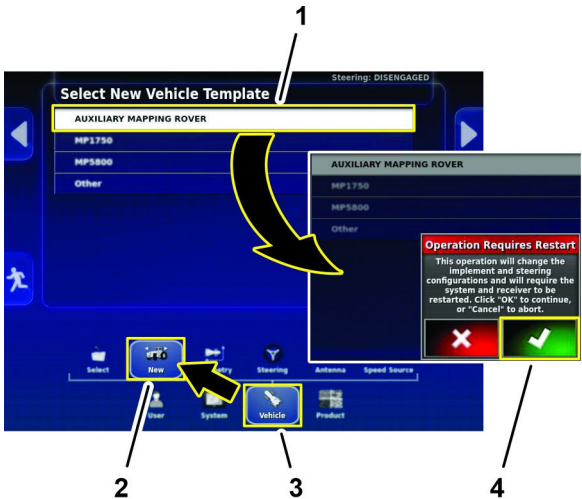

Figura 185
3. En la pantalla Configuración, pulse el icono VEHÍCULO y el icono NUEVO (Figura 185).
4. En la página Seleccionar plantilla de vehículo nuevo, pulse el icono VEHÍCULO DE MAPEO AUXILIAR (Figura 185).
5. En el cuadro de diálogo La operación requiere un reinicio, pulse el Icono Confirmar (Figura 185).